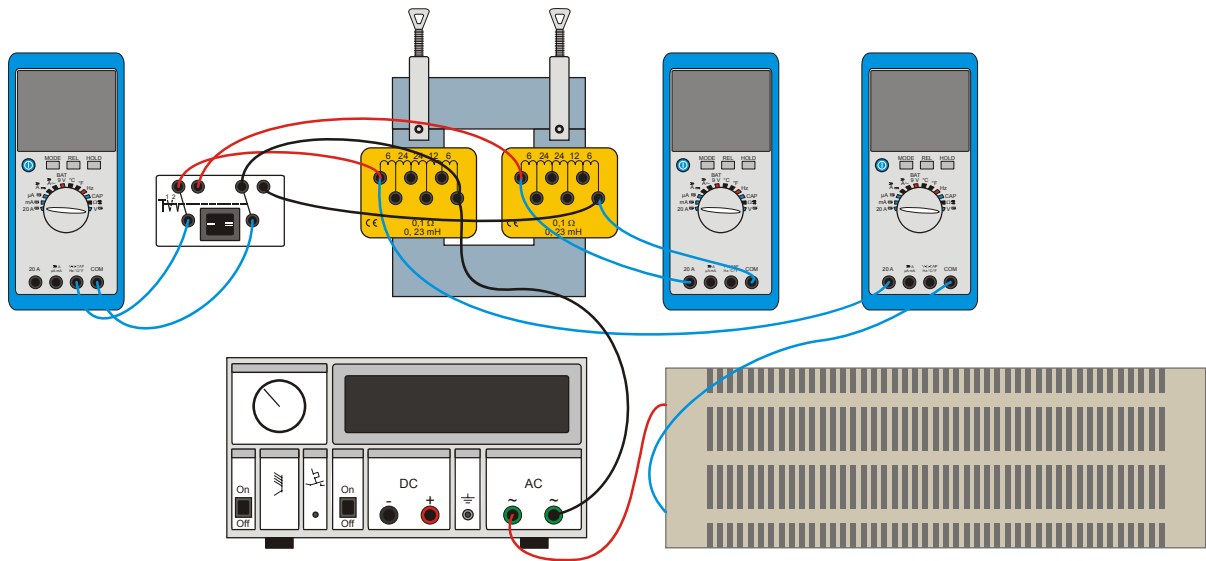

Fig. 1: Montagem da experiência.
- Montar o transformador com o núcleo de transformador e duas bobinas de baixa tensão com 72 espiras conforme Fig. 1.